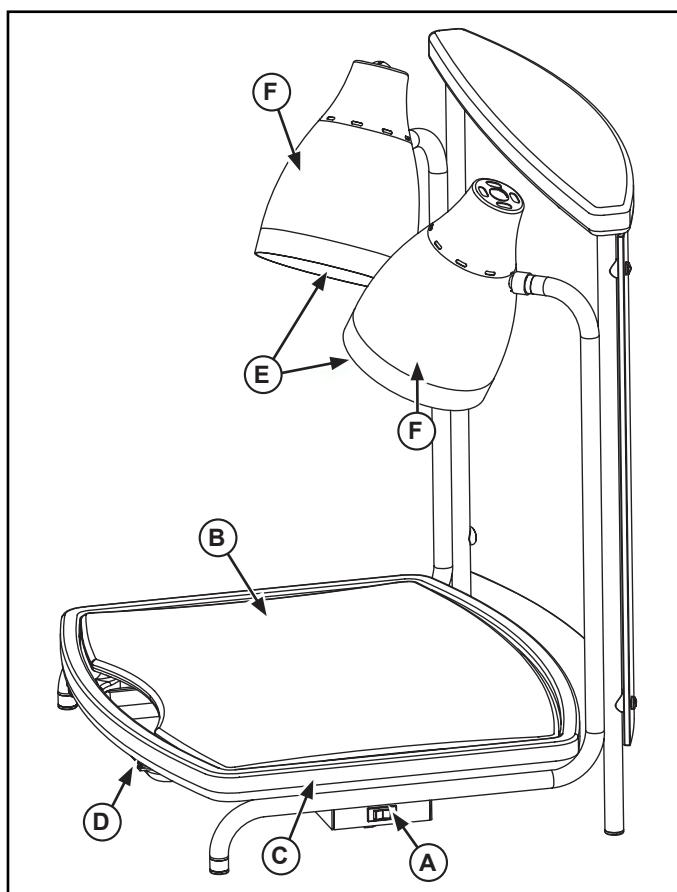

Figura 2. Características y controles.
1. Coloque la estación contorneada para carnes en su posición vertical tal como se muestra en la Figura 2.
2. Inserte los componentes de la base de la tabla para cortar (C) la tabla para cortar (B) y la bandeja de goteo (D) tal como se muestra en la Figura 2.
3. Retire la tabla para cortar (B), su base (C) y la fuente para goteo (D). Consulte la Figura 2.
5. En un lavabo o fregadero limpios, remoje la tabla para cortar (B), su
1. Gire el interruptor de encendido/apagado (A) a la posición de apagado "OFF". Consulte la Figura 2.
3. Retire la lámpara calentadora (E) desenroscándola de la pantalla (F). Sólo use lámparas calentadoras resistentes al rompimiento. Vollrath recomienda: